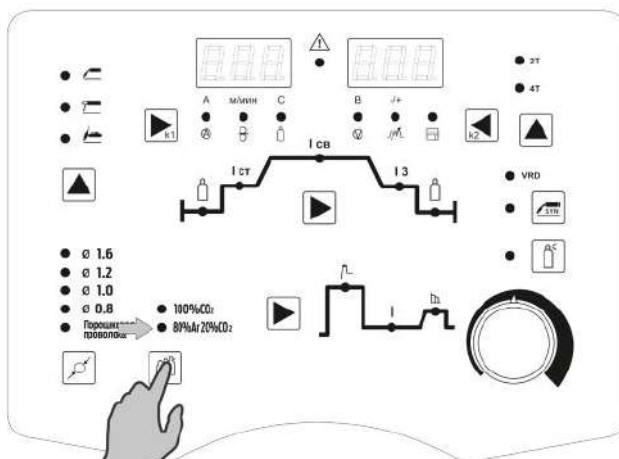

Рис. 8.4.3. Выбор защитного газа.
3. Выберите защитный газ (См. рис. 8.4.3). Защитный газ выбирается в зависимости от требований, предъявляемых к сварочному шву (См. табл. 7.0.1, поз. 13, п. 2).